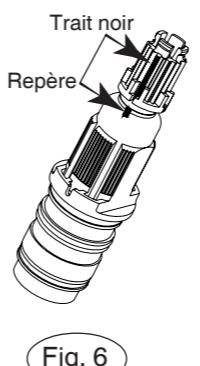

Fig. 6
- Vérifier que le trait noir soit correctement aligné avec le repère (fig. 6 et 7).